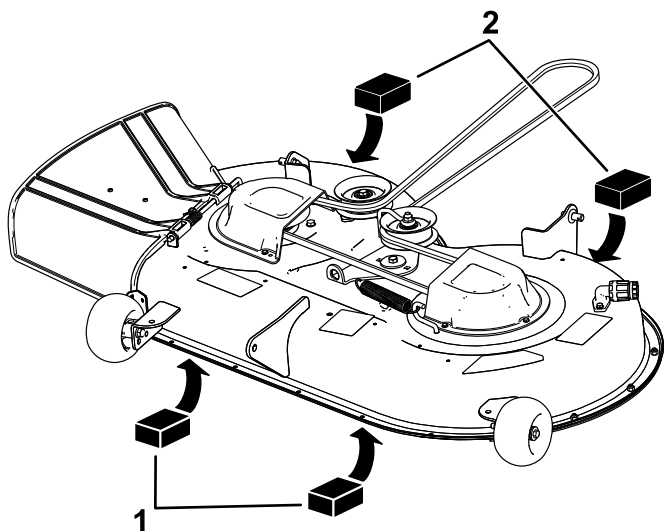

Figura 69
4. Coloque dos bloques de 6,6 cm de grosor debajo de cada lado del borde delantero de la carcasa, pero no debajo de los soportes de los rodillos protectores del césped (Figura 69).
5. Coloque dos bloques de 7,3 cm de grosor debajo del borde trasero del faldón de la carcasa de corte, uno en cada lado de la carcasa de corte (Figura 69).